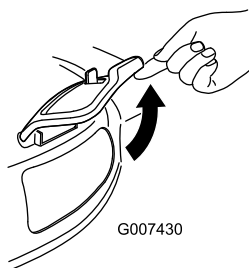

Figur 35
1. Lossa sidoutkastarluckan (Figur 35).